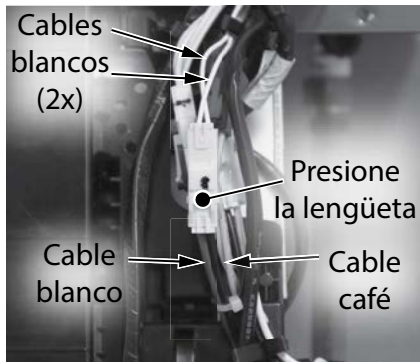

Figura 44 - Desconecte el cableado del termostato.
6 Con el panel de la placa de control abajo, ubique la conexión del cable del termostato de protección contra congelamiento (blanca), como se muestra en la Figura 44. Presione la lengüeta en el conector y desconecte los cables. Los cables que van a la placa de control son blancos y cafés. Ambos cables que van hacia el termostato son blancos.
- 10 Conecte el termostato de protección contra congelamiento al grupo de cables ubicado en el panel de la placa de control, como se muestra en la Figura 44. Confirme que el cableado esté apretado dentro del organizador de plástico.